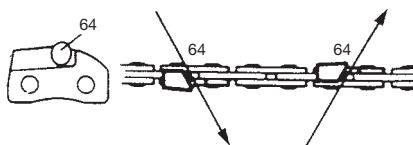

Fig. 40
Limer (64) le maillon-gouge d'un côté de la chaîne, de l'intérieur vers l'extérieur. Limer seulement avec des mouvements vers l'avant. (Fig. 40)